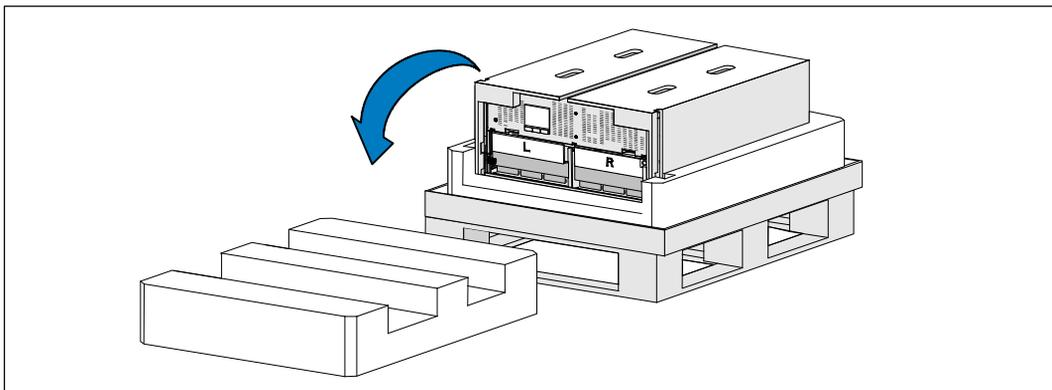

图 6. 顶部泡沫聚苯乙烯部分的取下
- 4 将顶部的泡沫聚苯乙烯部分取下，放在附近平整、平稳的平面上（见图 6）。